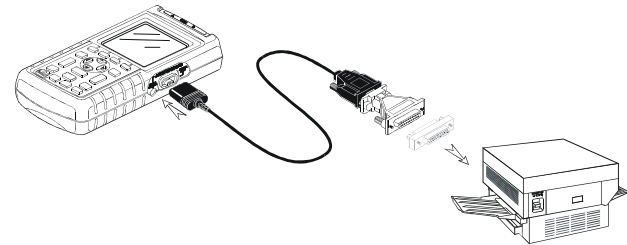

Figure 1-22. Connecter une imprimante en mode série
- Utilisez le câble d'interface RS-232 opto-isolé (PM9080) pour connecter une imprimante en mode série au OPTICAL PORT du testeur. Voir figure 1-22.